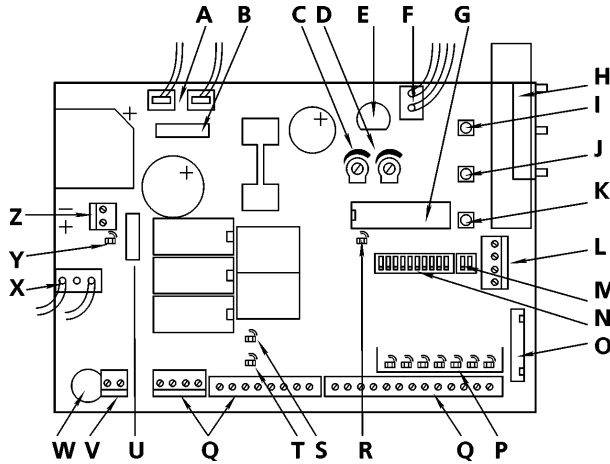

Рисунок 1
- нажать на кнопку "Закрыть" (поз. К-Рис.1) и убедиться в том, что полотно ворот движется в направлении закрывания;